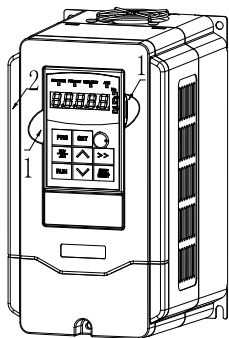

图 3-3 操作面板的拆卸
按图 3-3 中 1 方向用力压操作面板卡钩，按 2 方向抬起操作面板本体。
请参考图 3-3、3-4。
- (1) 接线前，确保已完全切断电源 10 分钟以上，否则有触电危险。
- (2) 严禁将电源线与变频器的输出端 U、V、W 连接。
- (3) 变频器本身机内存在漏电流，为保证安全，变频器和电机必须安全接地，接地线一般线径为 3.5mm^2 以上铜线，接地电阻小于 10Ω 。
- (4) 变频器出厂前已通过耐压试验，用户不可再对变频器进行耐压试验。
- (5) 变频器与电机之间不可加装电磁接触器和吸收电容或其它阻容吸收装置,如图 3-3。
- (6) 为提供输入侧过电流保护和停电维护的方便，变频器应通过中间断路器与电源相连。
- (7) 继电器输入输出回路的接线(DI1~DI6、DO1、DO2、DO3)，应选用 0.75mm^2 以上的绞合线或屏蔽线，屏蔽层一端悬空另一端与变频器的接地端子 E 相连，接线长度小于 50m。